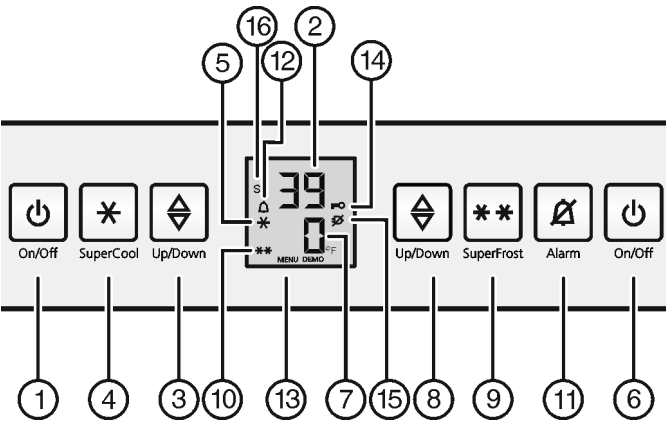

Fig. 3
- Pulse la tecla On/Off del compartimiento congelador *Fig. 3 (6)*.
- Pulse la tecla On/Off del compartimiento frigorífico *Fig. 3 (1)*.
- Activación del modo de ajuste: pulse la tecla SuperFrost *Fig. 3 (9)* durante 5 seg. aproximadamente.
- ▷ El símbolo de menú *Fig. 3 (13)* se ilumina.
- Utilice la tecla de ajuste del compartimiento congelador *Fig. 3 (8)* para seleccionar °.
- Confirmación: Pulse la tecla SuperFrost *Fig. 3 (9)* brevemente.
- Utilice la tecla de ajuste del compartimiento congelador *Fig. 3 (8)* para seleccionar °F o °C.
- Desactivación del modo de ajuste: Pulse la tecla On/Off *Fig. 3 (6)* del compartimiento congelador.
- Activar el modo de ajuste: pulse la tecla SuperFrost *Fig. 3 (9)* durante aprox. 5 segundos.
- ▷ En el indicador se visualiza el símbolo Menú *Fig. 3 (13)*.
- Utilice la tecla de ajuste del compartimiento congelador *Fig. 3 (8)* para seleccionar **c**.
- Confirmar con la tecla SuperFrost *Fig. 3 (9)*.
- ▷ El símbolo de seguridad para niños *Fig. 3 (14)* se ilumina en el indicador.
► Pulse brevemente la tecla On/Off del compartimiento congelador *Fig. 3 (6)*.
► Activar el modo de ajuste: pulse la tecla SuperFrost *Fig. 3 (9)* durante aprox. 5 segundos.
▷ En el indicador se visualiza el símbolo Menú *Fig. 3 (13)*.
► Confirmar con la tecla SuperFrost *Fig. 3 (9)*.
▷ El símbolo seguridad para niños *Fig. 3 (14)* desaparece.
► Pulse la tecla Alarm *Fig. 3 (11)*.
Simultáneamente, parpadea la indicación de temperatura y el símbolo de alarma *Fig. 3 (12)*.